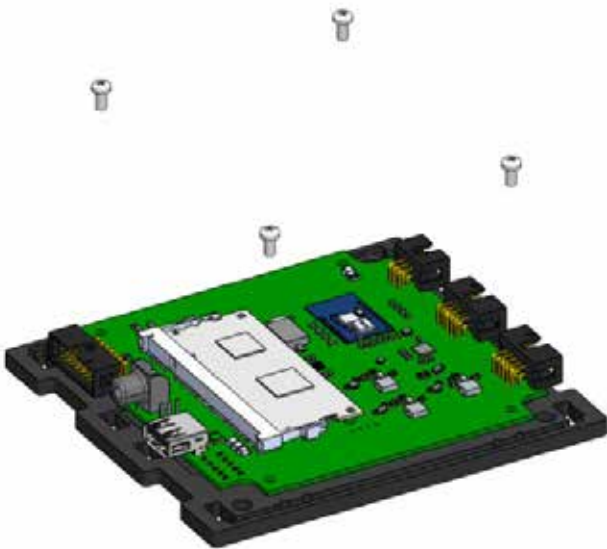

Рисунок 19. Основание БВМ
1) На нижнее основание (обозначено: БВМ ↓) установить плату БВМ (рисунок 19):